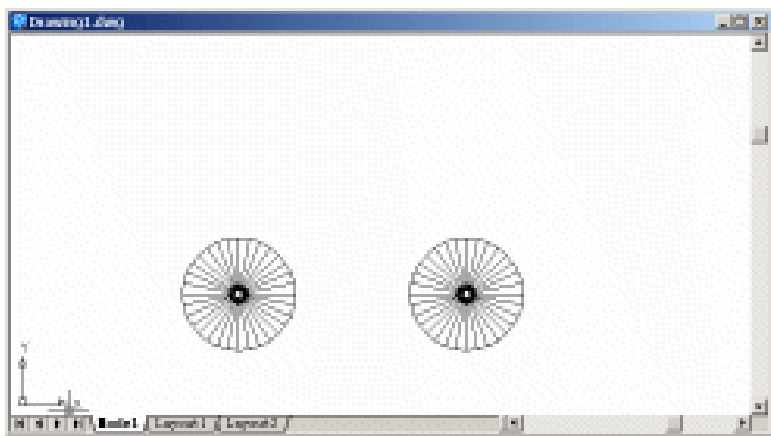

图 9.8 绘制另外一个车轮
(5) 用 MIRROR 命令绘制另外一个车轮, 如图 9.8 所示。